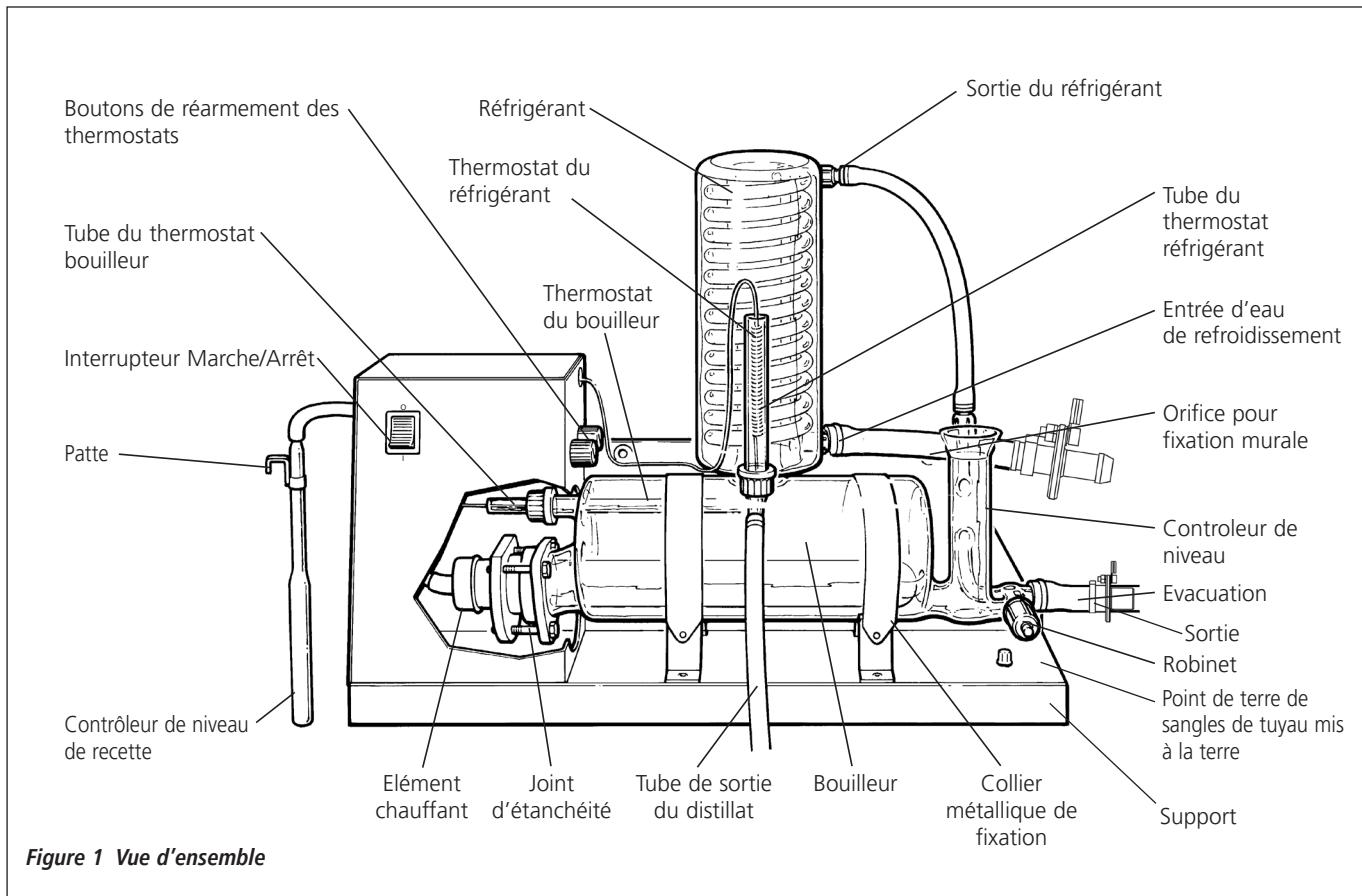

Figure 1 Vue d'ensemble
- Switch on the heating element. The on/off switch is located on the front panel - see **figure 1**.
- Dans le kit de flexibles, prenez une longueur de flexible de 8 mm avec les connecteurs filetés en plastique à chaque bout. Selon la figure 1, vissez un côté du flexible sur la sortie du condenseur (supérieure) et l'autre sur le filetage en verre du contrôleur de niveau constant.
2. Assurez-vous que le fil de terre est bien connecté au point de terre - voir fig. 1 et 4c.
4. Assurez-vous que le fil de terre est connecté au point de terre - voir fig. 1 et 4c.